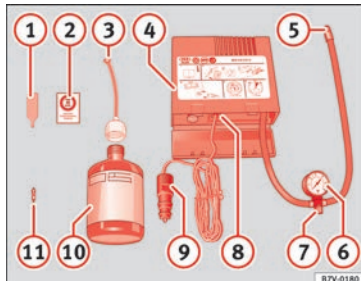

Abb. 63 Prinzipdarstellung: Bestandteile des Pannensets
• Ventilkappe und Ventileinsatz vom Reifenventil abschrauben. Verwenden Sie den Ventileinsatzdreher » **Abb. 63** ① zum Heraus-schrauben des Ventileinsatzes. Legen Sie den Ventileinsatz auf einem sauberen Untergrund ab.
• Reifendichtmittelflasche kräftig schütteln » **Abb. 63** ⑩.
• Schrauben Sie den Einfüllschlauch » **Abb. 63** ③ auf die Dichtmittelflasche. Die Folie am Verschluss wird automatisch durchstoßen.
• Verschlussstopfen vom Einfüllschlauch » **Abb. 63** ③ entfernen und das offene Ende ganz auf das Reifenventil stecken.
• Ventileinsatz mit dem Ventileinsatzdreher » **Abb. 63** ① wieder in das Reifenventil schrauben.
• Reifenfüllschlauch » **Abb. 63** ⑤ des Luftkompressors fest auf das Reifenventil schrauben.
- Prüfen, ob die Luftablassschraube » **Abb. 63** ⑦ zuge dreht ist.
- Stecker » **Abb. 63** ⑨ in die 12 Volt-Steckdose des Fahrzeugs stecken »  Seite 183.
- Luftkompressor mit dem EIN- und AUS-Schalter » **Abb. 63** ⑧ einschalten.